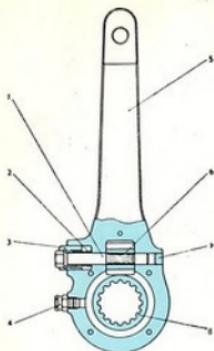

Fig. 45. - Palanca para ajuste de las mordazas
Todos los ajustes normales para los fines de la marcha deben hacerse mediante el tornillo-regulador (1) (fig. 45) de recuperación de juegos, que hay previsto en los grupos de los árboles de levas de los frenos.